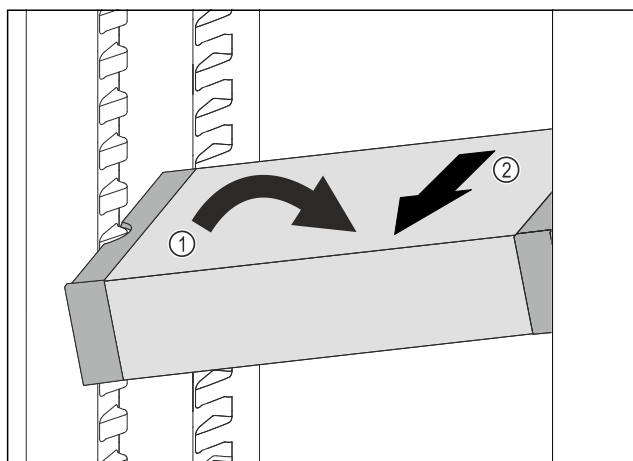

Fig. 249
- Plasser VarioSafe skrått i kjøleskapet. Fig. 249 (1)
- Ta ut VarioSafe ved å trekke den forover. Fig. 249 (2)